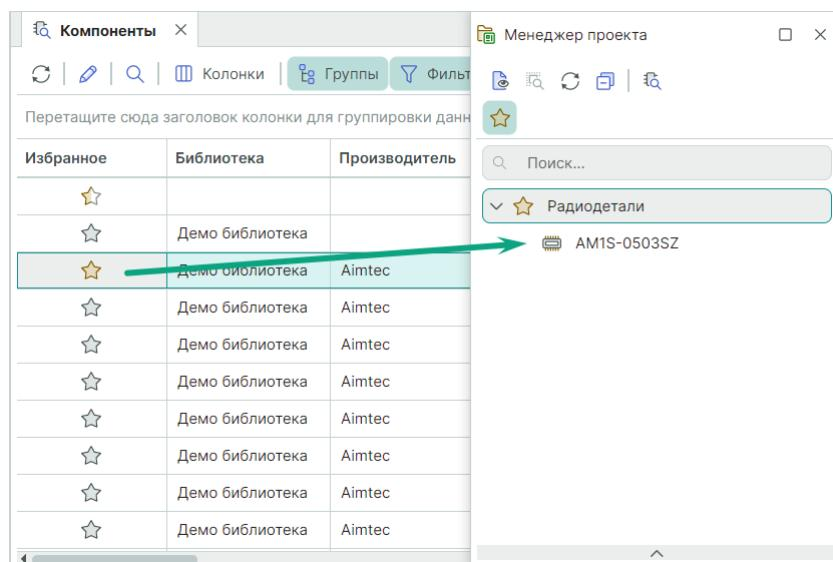

Рис. 46 Добавление радиодетали на вкладку «Избранное» панели «Менеджер проекта»
2. Наведите курсор на колонку «Избранное» и нажмите на символ , см. Рис. 46.